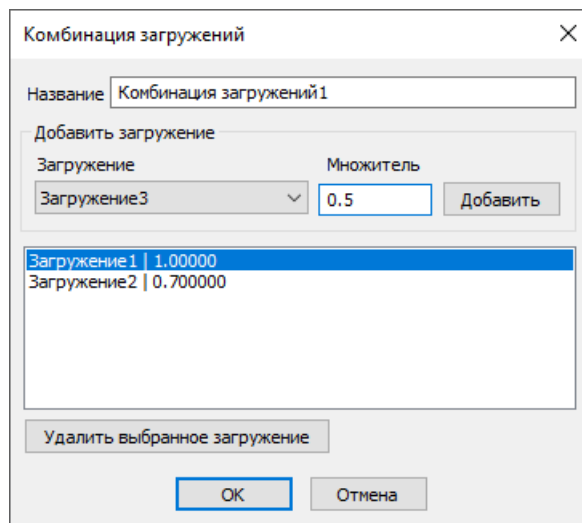

Рис. 3.5. Диалог Комбинация нагружений
**Комбинация нагружений** – команда вызывает диалог *Комбинация нагружений* (Рис. 3.5). Комбинация нагружений представляет собой линейную комбинацию одновременно действующих нагружений. Возможно создание нескольких комбинаций нагружений.